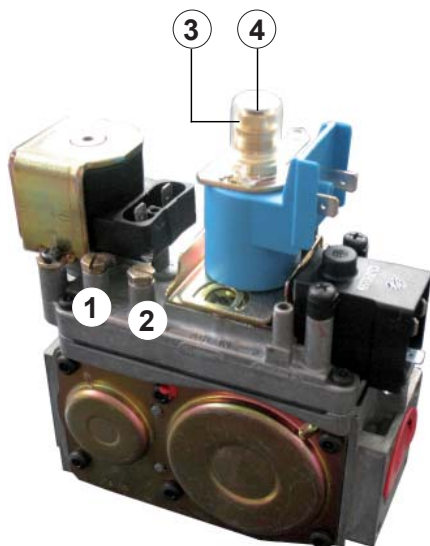

Fig. 145 Elettrovalvola gas
- д) для замера и контроля давления **газа на входе** отвинтить винт и вставить манометр в штуцер замера давления **п° 1** (рис. 145).
- е) для замера и контроля давления **газа на выходе** отвинтить винт и вставить манометр в штуцер замера давления **п° 2** (рис. 145).